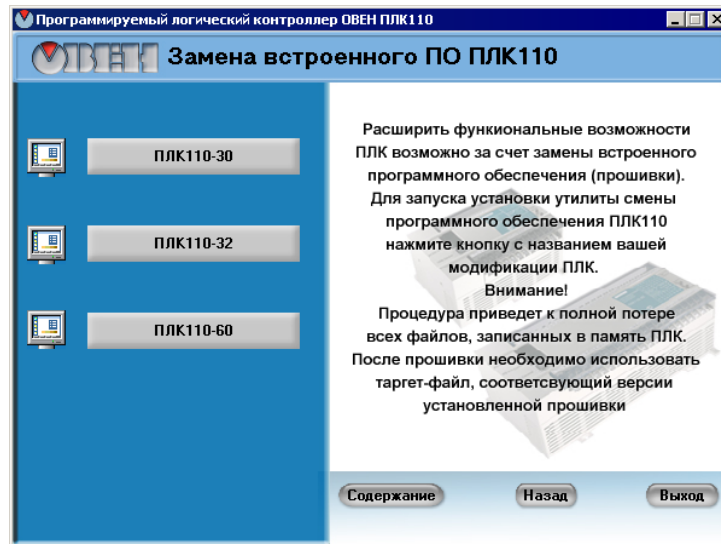

Рисунок 10.7 – Окно программы-навигатора дистрибутивного диска
- 1) В программе-навигаторе дистрибутивного диска нажатием соответствующей кнопки (см. рисунок 10.7) – запустить на выполнение программу установки программы обновления ПО микроконтроллера требуемой модификации ПЛК (или в папке «Patching» дистрибутивного диска выбрать и запустить файл требуемой утилиты «Перепрошивка ПЛК <Версия>.exe»). После завершения работы программы установки на ПК инсталлируется программа смены прошивки (ПО микроконтроллера).